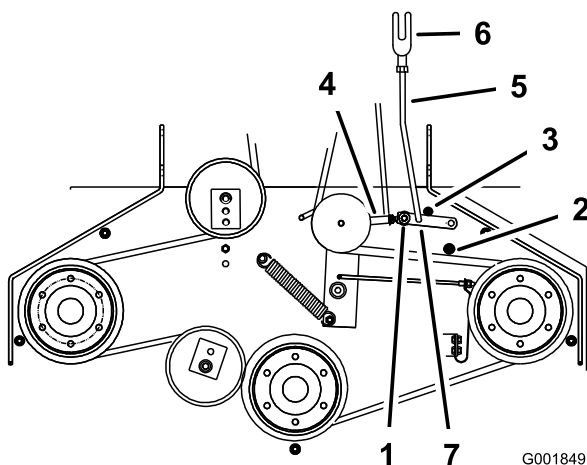

Figura 43
- Asegúrese de que el brazo está en contacto con el tope trasero del brazo de la carcasa (Figura 43).
- El brazo debe entrar en contacto con el tope delantero del brazo de la carcasa. Si no lo hace, la palanca acodada debe acercarse más al refuerzo (Figura 43).
- Para ajustar el acoplamiento del brazo, retire el pasador de horquilla del brazo (Figura 43).
- Instale el acoplamiento en el brazo y sujételo con el pasador de horquilla (Figura 43).